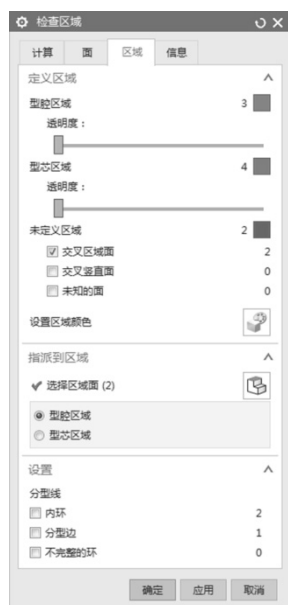

图 4-2 选中“☒ 型腔区域”、“☒ 交叉区域面”
(2) 工件分析: 零件侧面有两个通孔, 模具上需要做滑块; 滑块出在前模 (型腔)。
(3) 单击横向菜单栏的“应用模块”选项, 再单击“注塑模”按钮, 在横向菜单栏中添加“注塑模向导”选项。
(4) 单击“初始化项目”按钮, 在【初始化项目】对话框中“收缩”设为 1.005, 完成设置“初始化项目”。
(5) 单击“检查区域”按钮, 在【检查区域】对话框单击“计算”选项, “指定脱模方向”选取“ZC↑”, 选择“☒保持现有的”复选框, 单击“计算”按钮.
(6) 在【检查区域】对话框中选取“区域”选项, 取消“☐内环”、“☐分型边”、“☐不完整的环”复选框的“☒”, 选中“☒型腔区域”单选框。单击“设置区域颜色”按钮, 零件分成三种颜色, 外表面 (型腔曲面) 是棕色、内表面 (型芯曲面) 是蓝色, 小孔的侧面是浅绿色。
(7) 在【检查区域】对话框中选中“☒型腔区域”单选框, 勾选“☒交叉区域面”复选框, 如图 4-2 所示。
(8) 单击“确定”按钮, 小孔的侧面变为棕色。